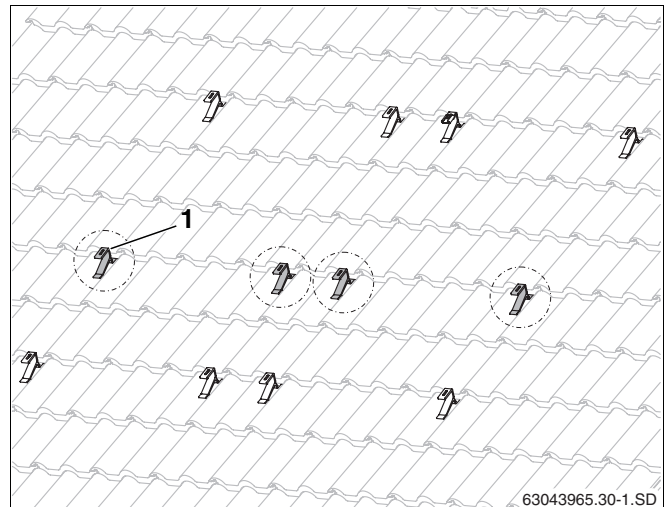

fig. 28 Ganchos para telhado adicionais para o perfil de carga de neve (aqui: para dois colectores)
- Fixar ganchos de fixação para telhado adicionais (fig. 28, **item 1**) o mais no centro possível entre os ganchos para telhado superiores e inferiores já instalados.